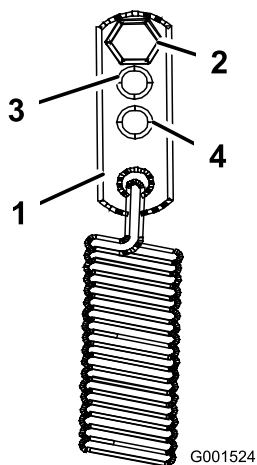

Figure 43
- Pour des conditions de conduite plus difficiles, déplacez les ancrages de ressort aux positions service moyen ou lourd (Figure 43). Les ancrages de ressort sont fixés au coin arrière supérieur des protections de la transmission hydraulique sur les côtés gauche et droit de la machine.
Le levier du frein de stationnement est situé sur le côté droit de la machine (Figure 43). Si le frein de stationnement ne reste pas serré correctement, réglez-le